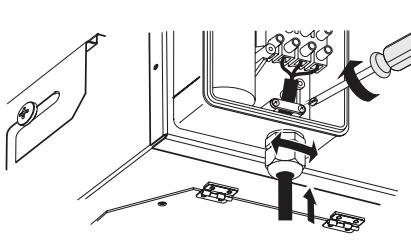

Fig. 17
3. Colocar los cables a través de la caja de terminales, retire el aislamiento de los extremos de los cables para 1/4 de pulgada (6-7mm) de longitud, conéctelos a las terminales adecuadas y fíjelas con tornillos (Fig. 17).